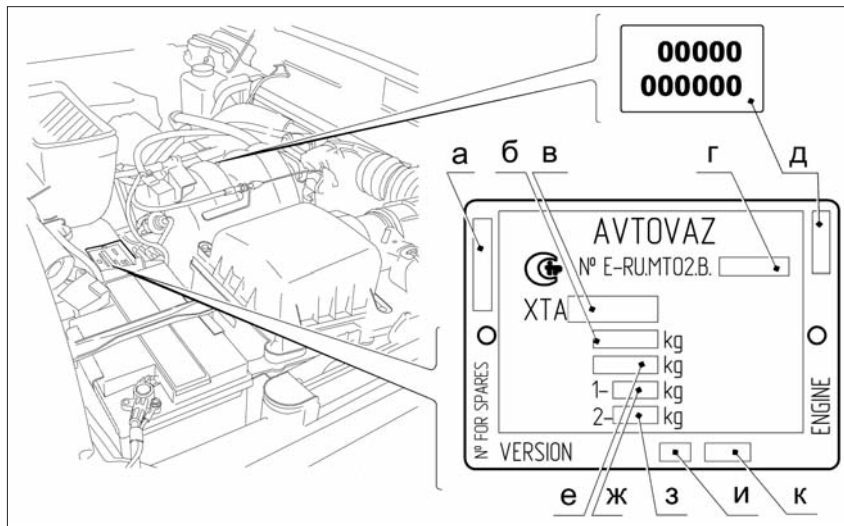

Рис. 46. Паспортные данные
Модель и номер автомобиля, модель двигателя, весовые данные, номер для запасных частей, варианты исполнения и комплектации указаны в сводной табличке заводских данных (рис. 46).
**Рис. 46а. Паспортные данные (вариантное исполнение)**